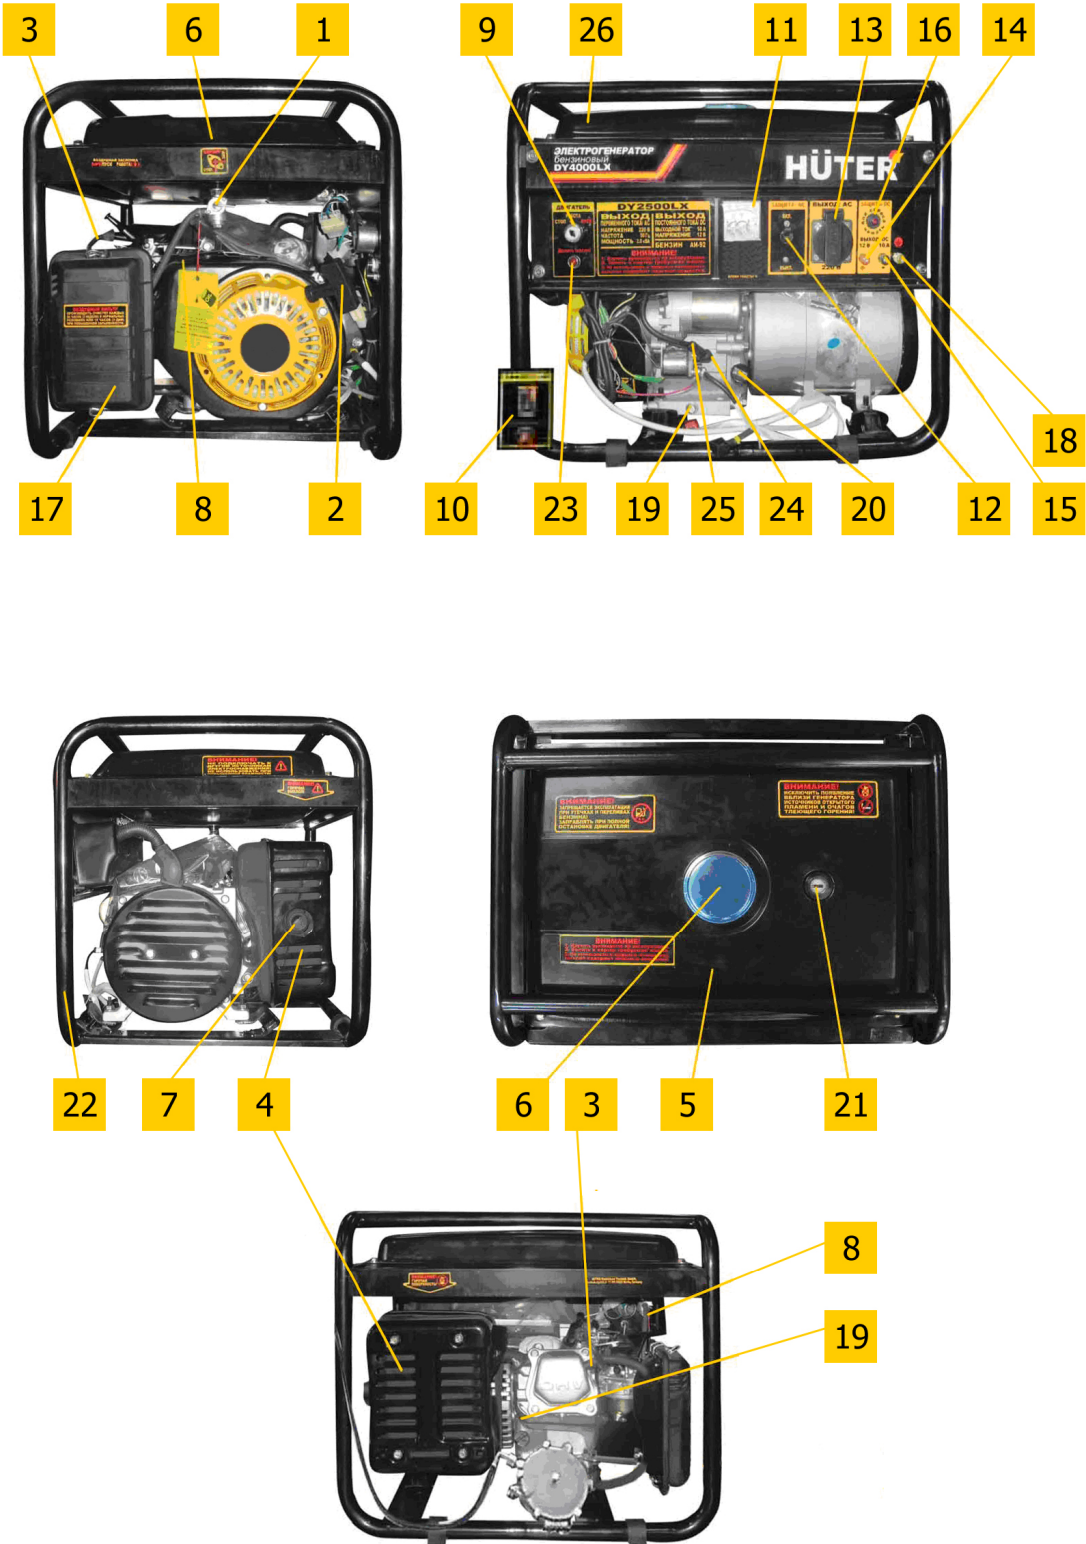

Рис. 1
- Вывинтить щуп (поз.20 рис.1) и залить в картер масло соответствующего типа (таблица 2) до нижнего края горловины. Вставить чистый сухой щуп в горловину картера и вынуть его. Проверить уровень масла: граница смоченной области щупа должна располагаться между отметками минимального и максимального уровней.
- При установке генератора следует подключить к резьбовой клемме (поз.18 рис. 1) проводник заземляющего устройства, удовлетворяющего требованиям раздела «Обеспечение требований безопасности».
- Отключить все потребители переменного тока от генератора, переведя рычаг автоматического выключателя (поз. 12 рис. 1) в отключенное положение «0», отсоединить потребители постоянного тока от клемм (поз. 14, 15 рис. 1).
- Открыть топливный кран (поз. 1 рис. 1, см. также рис. 3)
- Перевести рычаг управления воздушной заслонкой (поз. 8 рис. 1) в крайнее левое положение при пуске холодного двигателя и в промежуточное положение при пуске прогретого двигателя
- Перевести выключатель двигателя (поз. 9 рис. 1) в отключенное положение «0».
- Плавно вытянуть до упора трос ручного стартера за ручку (поз. 2 рис. 1) и вернуть в исходное положение (см. также рис. 2).
- Перевести выключатель двигателя (поз. 9 рис. 1) во включенное положение «1».
Если двигатель не запускается, следует изменить положение рычага воздушной заслонки, сдвигая его вправо тем больше, чем выше температура двигателя и окружающего воздуха, затем повторить пуск с помощью стартера. Включение электрического стартера производится поворотом ключа выключателя (поз.9 рис.1) в крайнее правое положение «пуск». Сразу после пуска двигателя отпустить ключ для обеспечения его самовозврата в среднее положение. При срабатывании защиты (поз.26 рис.1) нажать сброс после остывания автоматического выключателя.
- При работе на бензине после прогрева двигателя в течение времени около 10-40 секунд, в зависимости от начальной температуры, перевести рычаг заслонки (поз. 8 рис. 1) в крайнее правое положение, если при этом двигатель работает неустойчиво вернуть рычаг заслонки (поз. 8) в прежнее положение и обеспечить завершение прогрева.
- Подключить к разъемам генератора потребители, соответствующие требованиям раздела «Обеспечение требований безопасности». Полная мощность (сумма активной и реактивной мощностей) всех подключаемых потребителей в стационарном режиме не должна превышать значений номинальной мощности, указанных в Таблице 1. Не допускается длительное превышение номинальной мощности более, чем на 10% свыше номинального значения. Включить автоматический выключатель (поз. 12 рис. 1), установив его рычаг управления в положение «1».
- При работающем генераторе отключить автоматический выключатель (поз. 12 рис. 1), отсоединить потребители постоянного тока от клемм.
- Закрыть топливный кран (поз. 1 рис. 1).
- 6.1 Наличие и величина напряжения переменного тока индицируется и измеряется вольтметром (поз. 11 рис. 1).
- 6.2 Причиной отсутствия напряжения при работающем генераторе может служить срабатывание автоматических выключателей защиты цепей от перегрузки (поз. 12, 16 рис.1). В этом случае следует устранить причину перегрузки и нажать кнопку или клавишу сброса соответствующего автоматического выключателя после его остывания.